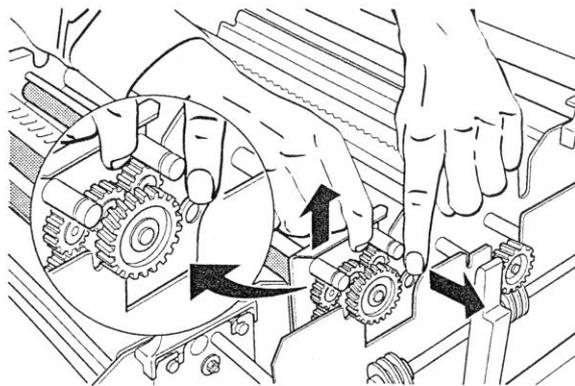

Figure 15
- Нажмите защелку, чтобы сдвинуть крышку (рис.15).